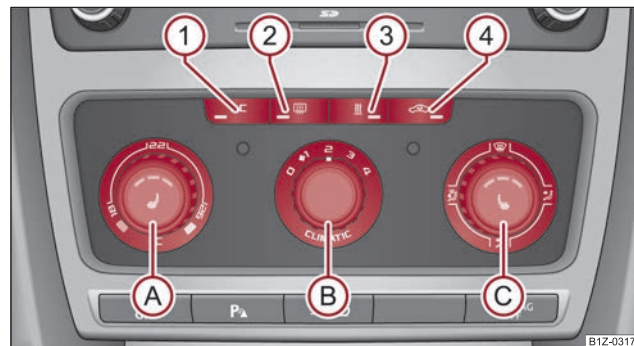

Fig. 139 Climatic: Elementele de comandă
Instalația de răcire funcționează numai când tasta  ⇒ pagina 110, fig. 139  este apăsată și se îndeplinesc următoarele condiții:
- Rotiți regulatorul rotativ (A) ⇒ fig. 139 spre dreapta pentru a mări temperatura.
- Rotiți regulatorul rotativ (A) spre stânga pentru a reduce temperatura.
- Apăsați tasta  ① ⇒ pagina 110, fig. 139. Lampa de control din tastă se va aprinde.
- Apăsați tasta  ④ ⇒ pagina 110, fig. 139, lampa de control din tastă se aprinde.
Când regulatorul ③ se află în poziția  ⇒ pagina 110, fig. 139, recircularea aerului este oprită automat. Prin apăsarea repetată a tastei puteți porni recircularea aerului și în această poziție.